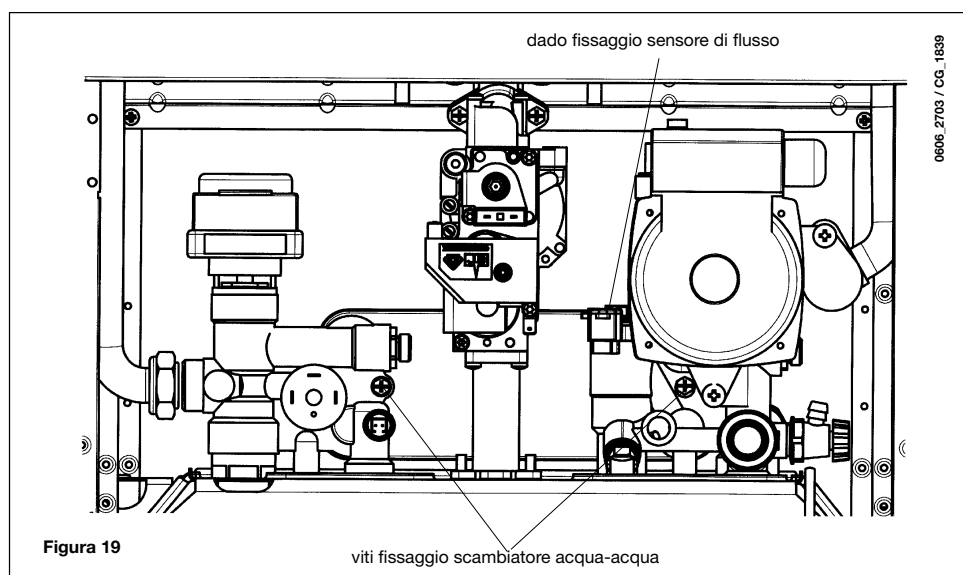

Figura 19
Collegare idraulicamente il bollitore come in figura 19.
- Svitare il dado presente sul gruppo sensore di flusso (figura 19).